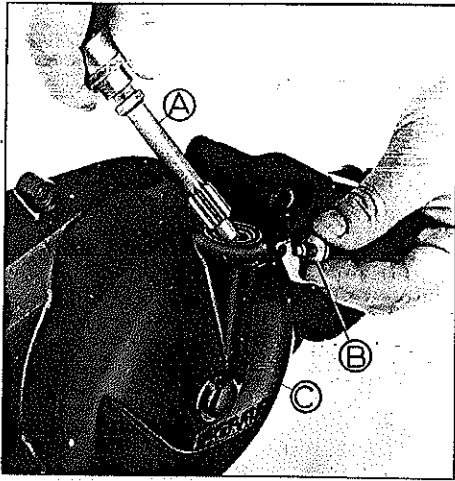

FIG. M50 - A. EIXO ACIONADOR DA CREMALHEIRA
2. Colocar o eixo acionador da cremalheira na tampa direita e fixá-lo com o parafuso. Figura M50.